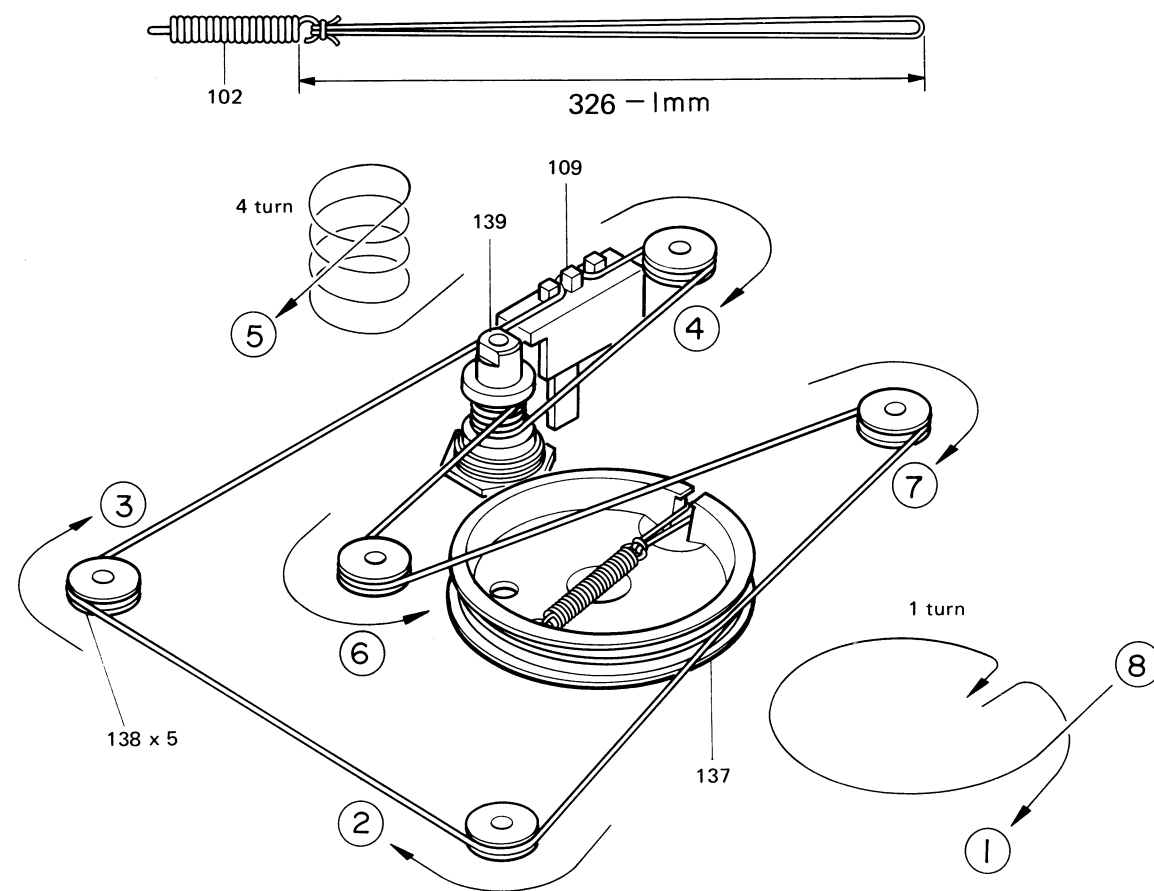

Figure 7-1
- 1) Turn the drum fully clockwise and stretch its cord cover the parts in the numerical order — as shown in Figure 7-1.
1. Die Skalenschurtrommel voll im Uhrzeigersinn drehen, und die Skalenschnur in der Nummernreihenfolge aufsetzen wie in Abbildung 7-1 gezeigt.
1. Tourner le tambour entièrement à droite et tirer son fil, recouvrir ses pièces dans l'ordre numérique comme le montre la Figure 7-1.